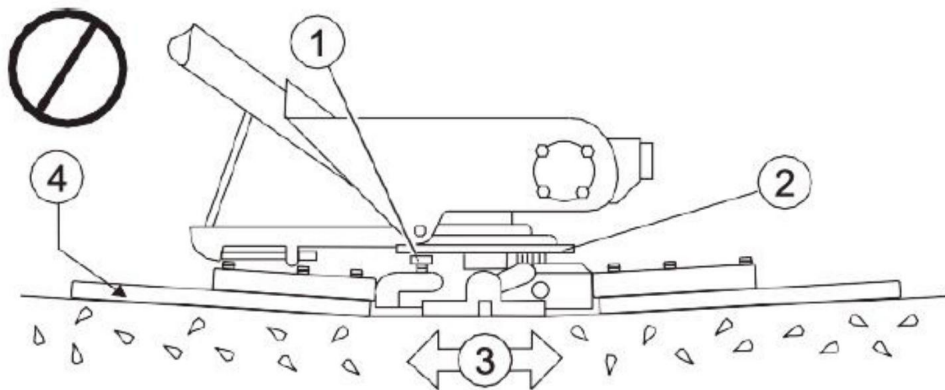

ABB.17
13.2.2 Stellen Sie die Rotorblätter so flach wie möglich ein. Die Einstellschrauben sollten alle gerade die untere Verschleißplatte am Spiderbox berühren. Wenn kein Kontakt hergestellt wird, ist eine Anpassung erforderlich. (Abb. 17, Abb. 4).